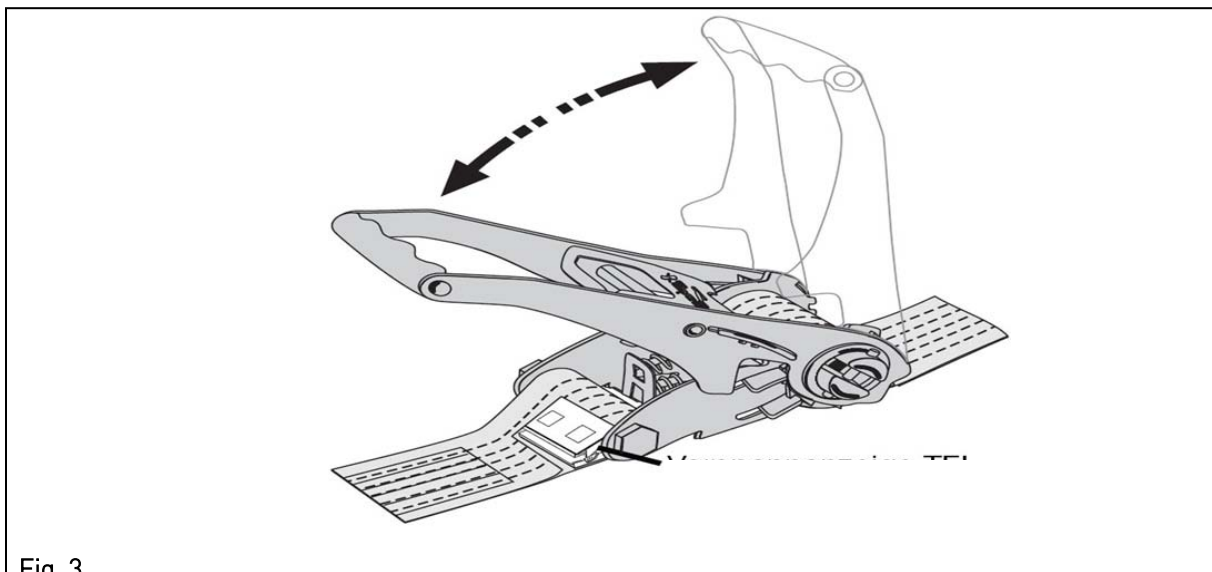

Fig. 3
9. För att hålla ram TL 225 på röret, drag åt det första spännbältet genom att röra spännhandtaget bakåt och framåt, se Fig. 3
10. Drag åt det andra spännbältet genom att röra det andra spännhandtaget bakåt och framåt, se Fig. 3.